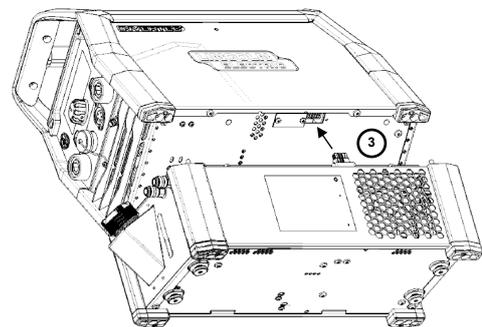

Figura 2
3. Coloque la fuente de alimentación en el refrigerador e inclínela ligeramente para conectar el enchufe del refrigerador a la fuente de alimentación (Figura 2).